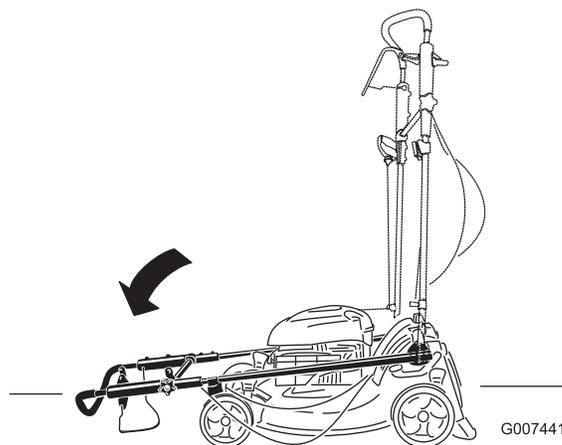

Figura 55
2. Spostate completamente avanti la stegola e allentate la manopola della sua sezione superiore (Figura 55).